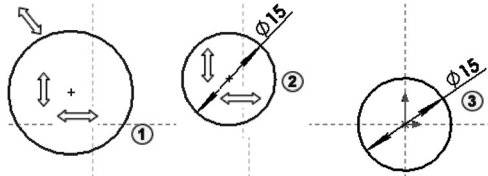

图 2-3 圆的自由度
没有任何限制的直线可以沿水平方向和垂直方向任意移动，也可以任意调整圆的大小，如图 2-3 中①所示。添加直径后，圆只能任意移动圆心，如图 2-3 中②所示。再固定圆心后，圆被完全固定，如图 2-3 中③所示。